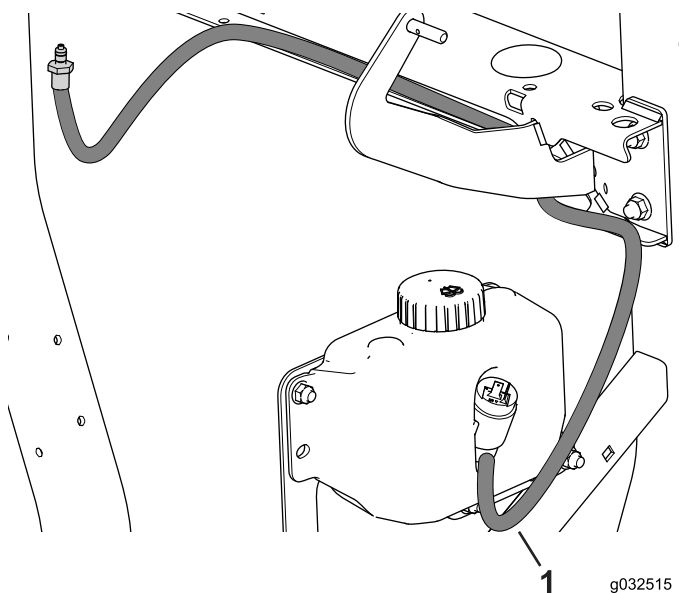

Figure 35
5. Raccordez le tube de lave-glace au réservoir de lave-glace et fixez-le au cadre par des serre-câbles (Figure 35).